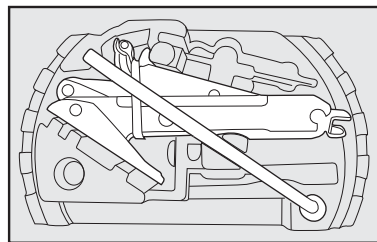

fig. 10
- 14) Colocar o macaco no suporte das ferramentas **fig. 10**, encaixando de modo a evitar vibrações, ou que se solte durante a marcha.